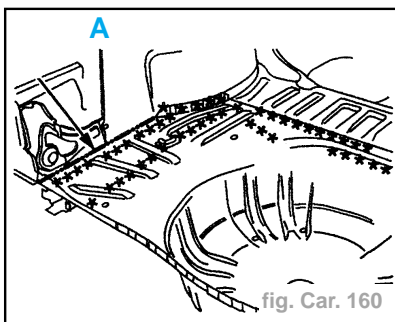

fig. Car. 160
- Découper à l'aide d'une scie alternative (suivant **A**) (fig. Car. 160).